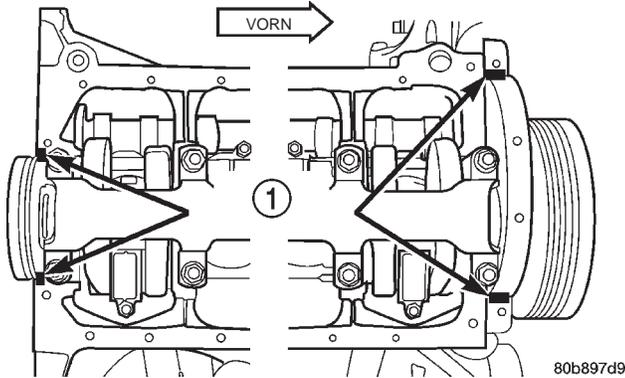

Abb. 70 Lage der Ölwannendichtung
(4) Mopar®-Silikon-Dichtungskleber auf den Motorblock, an den Ecken der hinteren Hauptlagerdeckel und an den Verbindungen der Frontabdeckung (vier Stellen) auftragen (Abb. 70).
(5) Die einteilige Dichtung über die Bolzen auf Motorblock und Steuerkettenabdeckung auflegen.